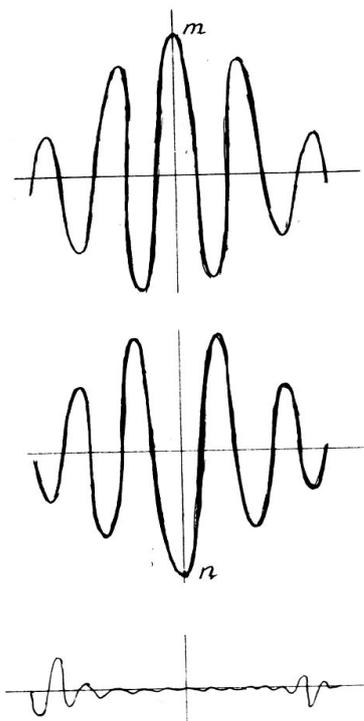

Рис. 4.
3. Включить быструю (короткую) развертку и отрегулировать положение импульса так, чтобы заранее выбранное колебание совпало с вертикальной линией на шкале прибора (см. рис. 4).
5. Вращая микрометрический винт, установить колебание импульса жидкостной линии в положение, соответствующее рис. 4.